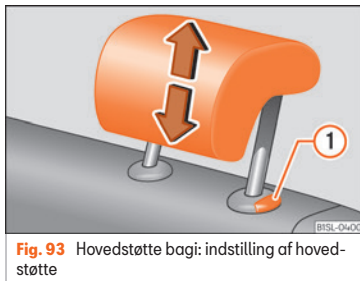

Fig. 93 Hovedstøtte bagside: indstilling af hovedstøtte
- Skub hovedstøtterne nedad eller opad i den pågældende pils retning. Tryk på knappen » » Fig. 93 ① for at skubbe hovedstøtterne nedad » » ⚠ i Indledning til emnet på side 90.
- Tryk på knappen » » Fig. 93 ①, og træk hovedstøtten helt ud.